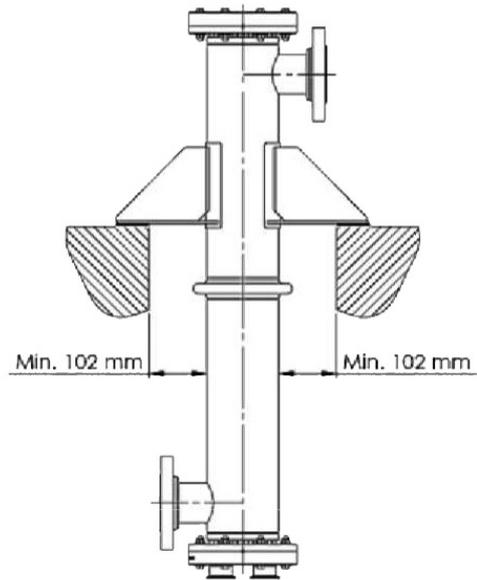

Fig. 5
- Montage en position verticale - il faut prévoir un jeu minimum de 102 mm entre l'extérieur de l'échangeur de chaleur tubulaire et la paroi ou la colonne (Fig. 5).